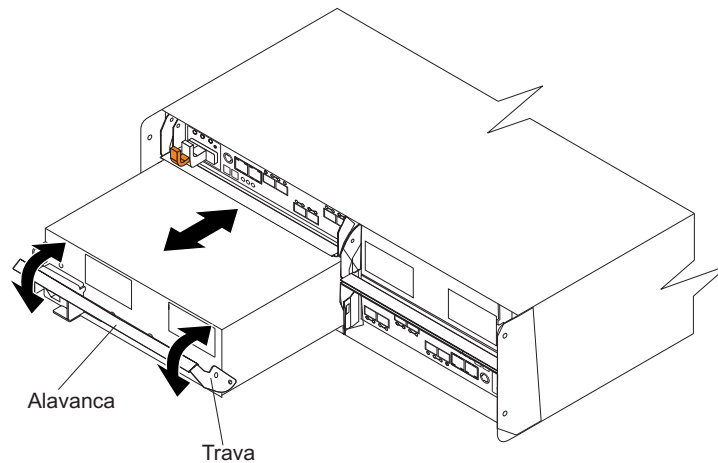

Figura 22. Recolocando uma Unidade de Fonte de Alimentação e de Ventilador
1. Deslize uma unidade de fonte de alimentação e refrigeração para dentro do subsistema de armazenamento. Certifique-se de recolocar a unidade de fonte de alimentação e refrigeração para que a alavanca em cada unidade de fonte de alimentação e refrigeração se bara na direção da parte interna do subsistema de armazenamento, como mostrado em Figura 22. Não force o ajuste. A unidade de fonte de alimentação e de refrigeração foi projetada para impedir sua inserção incorreta no chassi.
Atenção: Certifique-se de que a alavanca esteja puxada para fora enquanto desliza a unidade de fonte de alimentação e de refrigeração no subsistema de armazenamento, conforme mostrado na Figura 22. As unidades de energia e refrigeração esquerda e direita são ajustadas no chassi do DS5020 em direções opostas. Se não conseguir inserir a unidade de fonte de alimentação e de refrigeração no compartimento por completo, inverta a unidade 180° e tente novamente.